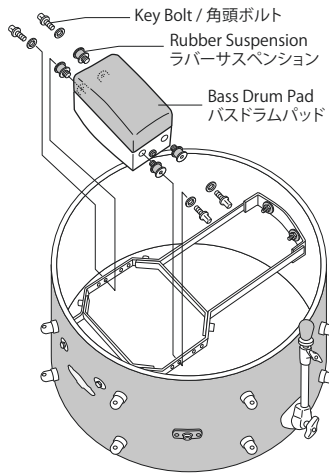
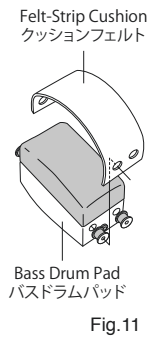

Fig.7
Fig.11
1. Insert the four Rubber Suspension holders into the Bass Drum Pad. Install the Bass Drum Pad to the frame using the provided Key-Bolts (Fig.7).
バスドラムパッドにラバーサスペンションを4箇所取り付け、ドラムキーを使って、バスドラムパッドをFig.7のように角頭ボルト4本で固定します。
- To install the felt-strip cushion, remove the bass drum pad from the frame. Attach it to the Pad by using the rubber suspension spacers to hold it in place. Re-install to the frame by the provided Key-Bolts as shown in (Fig. 7, 11).
- 支柱からバスドラムパッドを外し、クッションフェルトの4箇所穴にラバーサスペンションを通し (Fig.7, Fig.11) と同様に角頭ボルト4本で固定し直して下さい。